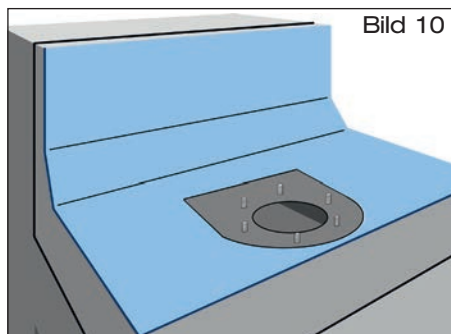

Bild 10
- 2.2 Erste Lage der **Dachdichtungsbahn** über Attikaablauf ausrollen und im Bereich des Festflansches aussparen (Bild 10).